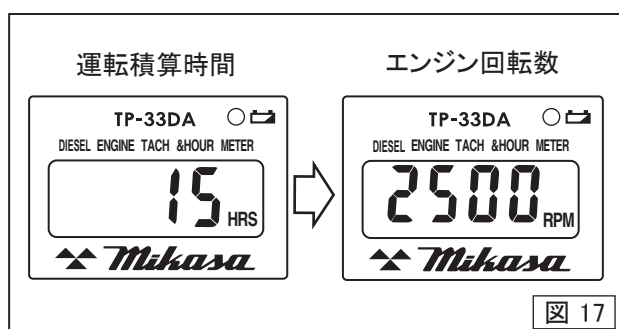

図 17
- c 予熱の完了後にキーを始動の位置まで回します。セルスターターが作動しエンジンが始動します。エンジンが始動したらキーから手を放してください。エンジンが始動するとタコ・アワメーターが「エンジン回転数」を表示します。(図17)